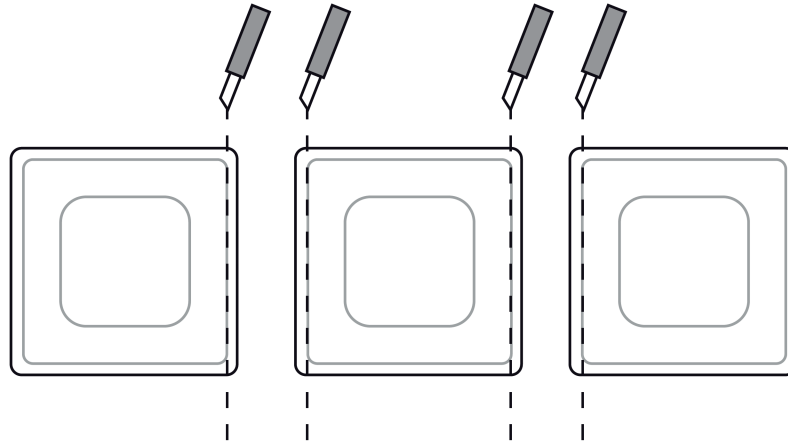

Bild 3: Beschneiden der Klebepads bei Mehrfachkombinationen
- i** Bei Mehrfachkombinationen müssen die zusammenstoßenden Seiten der Klebepads entlang der äußeren Stanzung mit Lineal und Cuttermesser abgeschnitten werden (Bild 3).